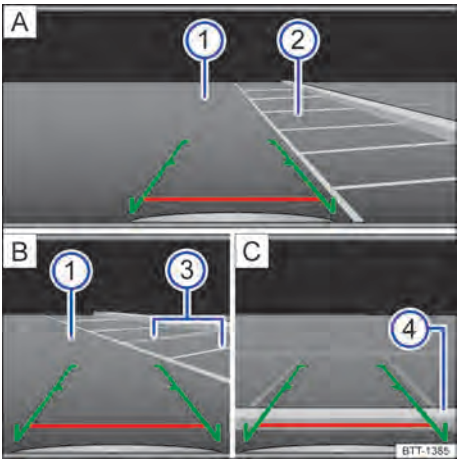

Fig. 115 Exibição do display do rádio ou do sistema de navegação: entrar na vaga de estacionamento com a câmera de marcha a ré (representação esquemática).
Legenda para exibição do display → Fig. 115:
2.	Posicionar o veículo na frente da vaga de estacionamento → Fig. 115 [A] ②.
4.	Conduzir para trás devagar e manobrar de modo que as guias verdes laterais conduzam entre as linhas de delimitação da vaga de estacionamento selecionada → Fig. 115 [A] ②. Observar a seguinte mensagem: Controlar a trajetória do veículo! → ⚠ em Introdução ao tema na página 130!
5.	Alinhar o veículo na vaga de estacionamento selecionada de modo que as guias verdes laterais fiquem em cima das linhas de limitação lateral → Fig. 115 [B] ③.
6.	Parar o veículo o mais tardar ao atingir a guia vermelha horizontal de limitação traseira, por exemplo, meio-fio → Fig. 115 [C] ④.